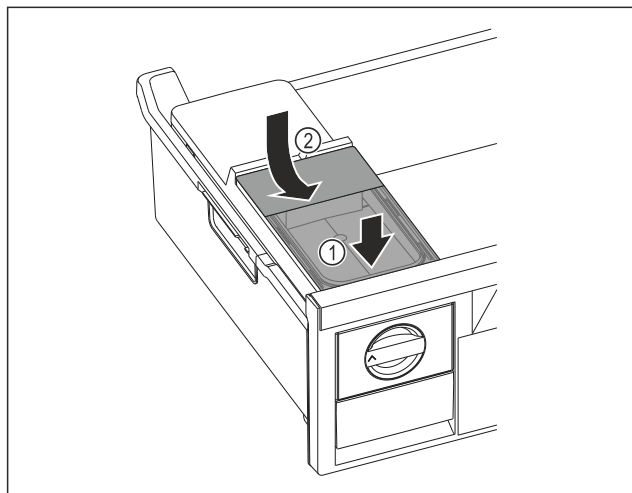

Fig. 76
- ▶ Sæt vandtanken i forfra. *Fig. 76 (1)*
- ▶ Sænk vandtank ned bagest. *Fig. 76 (2)*